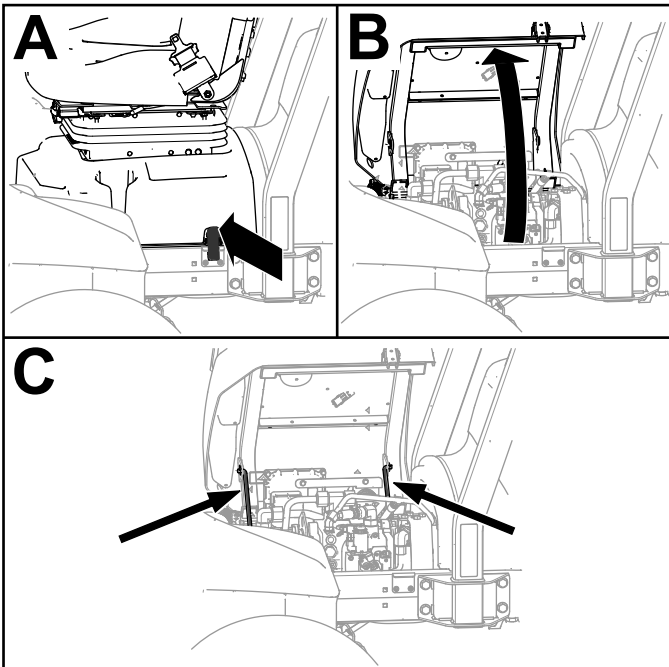

Figure 4
1. Déverrouillez le socle du siège (A de Figure 4).
2. Basculez le siège et son socle (B de Figure 4).
3. Soutenez-les dans cette position avec les béquilles (C de Figure 4).